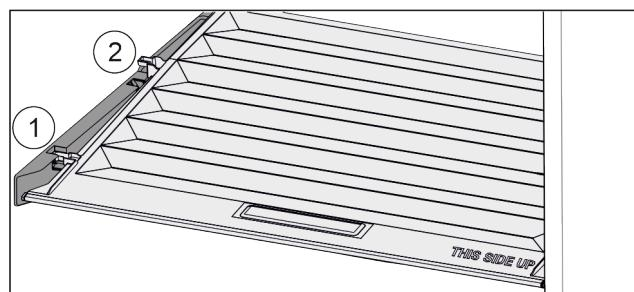

Fig. 68
- Vytáhněte víko dopředu až k otvoru v přídržných dílech Fig. 68 (1).
- Vzadu zespodu nadzvedněte a vyjměte směrem nahoru Fig. 68 (2).